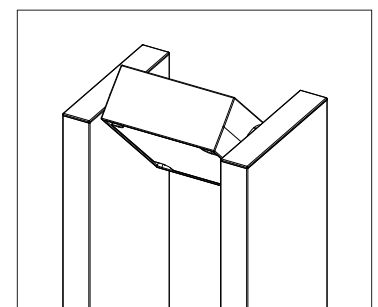

Fig. 2
**REMARQUE :** La direction de la lumière peut être ajustée selon les besoins jusqu'à 45° par rapport au réglage d'usine (Voir Fig. 2).